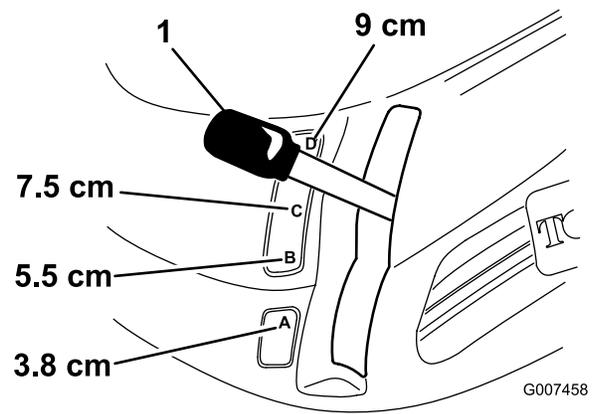

Figure 7
2. Tirez le levier de hauteur de coupe et sélectionnez la position souhaitée puis relâchez lentement le levier dans le cran (Figure 7).